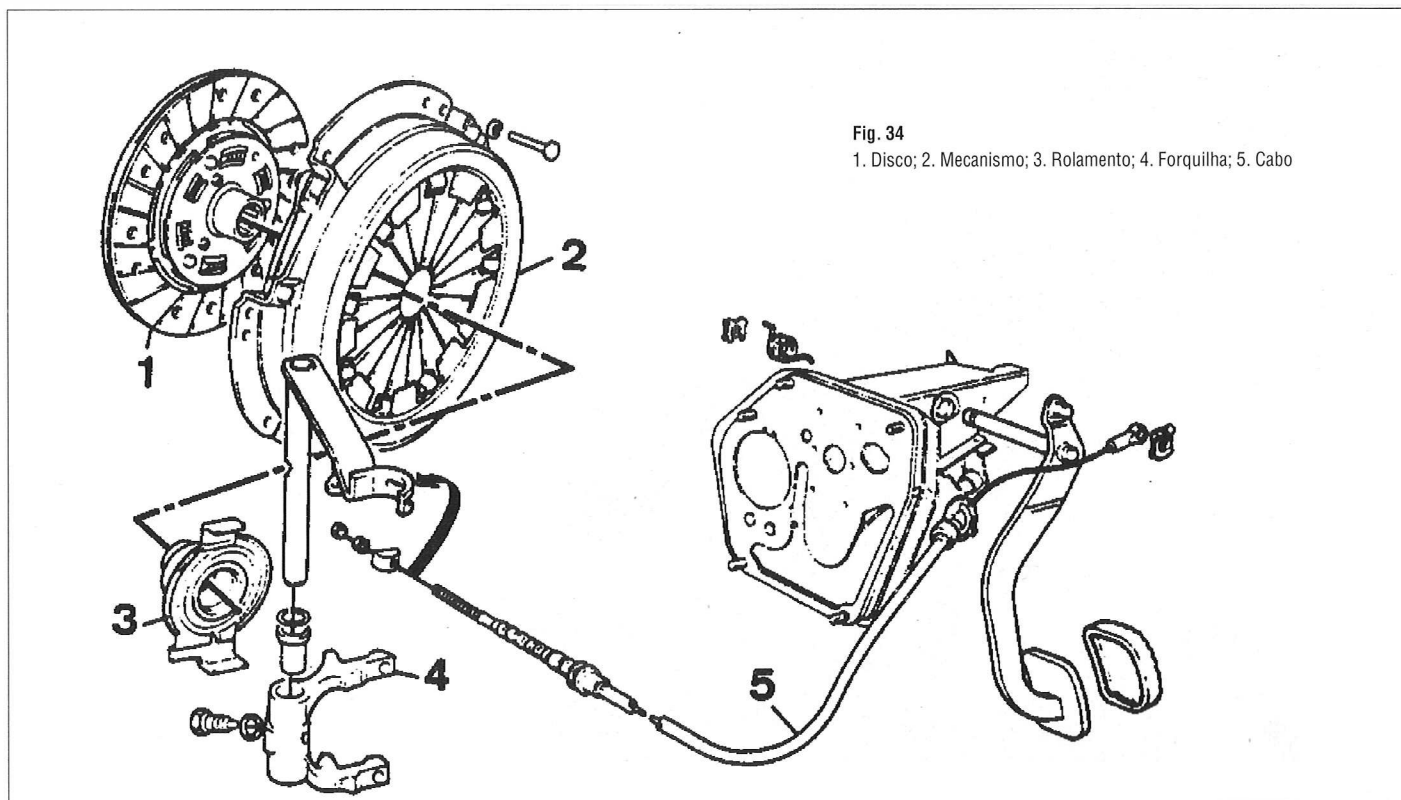

Fig. 34
3.2.1. CONJUNTO DA EMBRAIAGEM (Fig. 34)